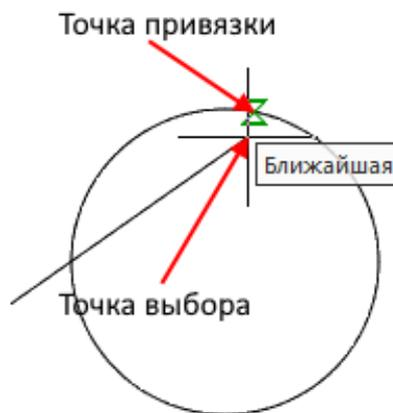

Рис. 63. Привязка Ближайшая
**Ближайшая**  Привязка к точке объекта, которая ближе всего располагается к текущей позиции перекрестья курсора (рисунок 63).